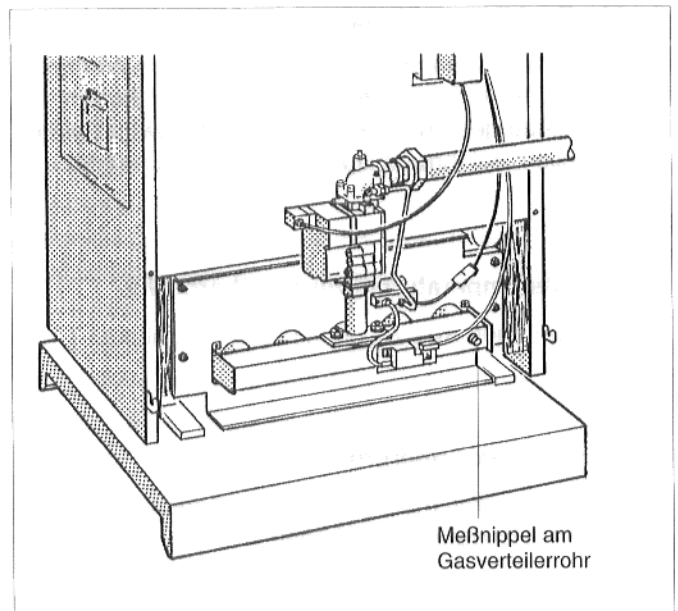

Abb. 21: Gasbrenner
- Verschlußschraube des Meßnippels am Gasverteilerrohr zwei Umdrehungen lösen (Abb. 21).